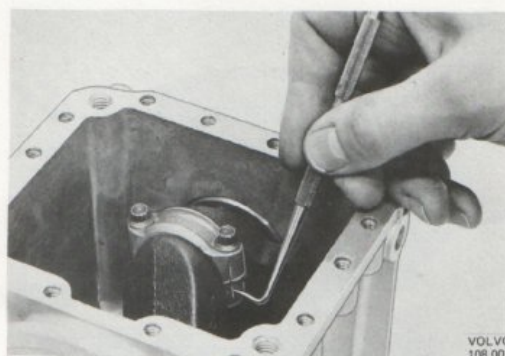

Bild 58. Märkning av vevstakshalvor
4. Om någon av vevstakarna åter ska monteras är det nödvändigt att märka vevstakshalvorna innan de tas isär (bild 58).